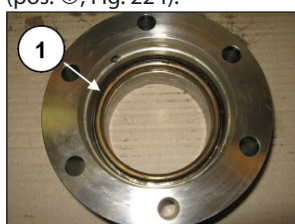

Fig. 222
Montar en la camisa la anilla del cuello (pos. ①, Fig. 222), la junta de alta presión (pos. ①, Fig. 223) y la anilla restop (pos. ①, Fig. 224).